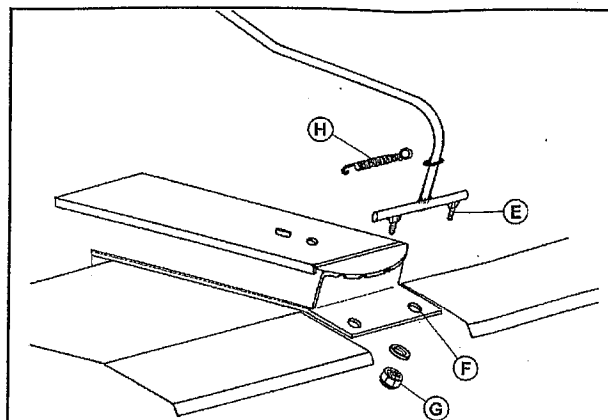

Fig. 2
FIG.2 - Inserire le viti poste sulla leva d'inclinazione (E) nei fori sul telaio (F), dopodichè avvitare i dadi di bloccaggio (G) muniti di rondelle ed agganciare la molla (H) sul coperchio spazzola. Per regolare l'inclinazione della spazzola occorre alzare la suddetta leva fino ad estrarla dalla sede sul telaio, quindi ruotare di lato applicando contemporaneamente una leggera pressione sulla stegola della macchina. A questo punto è sufficiente rilasciare la leva nel vano prescelto.
FIG.2 - Insert the screws placed on the adjusting lever (E) in the holes on the frame (F), then screw down the lock nuts (G), with the washers and hook the spring (H) to the brush cover. To adjust the inclination of the brush, You have to lift the above mentioned lever and pull it out of the groove on the frame, then turn it on one side while pressing on the handle bar of the machine. Now, You can release the lever in the selected groove.
FIG.2 - Introduire les vis du levier d'inclinaison (E) dans les trous (F), placer les rondelles et fixer l'ensemble en montant et en serrant énergiquement les écrous (G). Accrocher le ressort (H) sur (E) et sur le carter du balai ramasseur. Pour régler l'inclinaison de la brosse, il faut: Soulever l'extrémité du levier (E) afin de dégager l'encoche de positionnement. Tourner latéralement en vous aidant d'une légère pression sur le guidon de la machine. Relâcher le levier (E) en face de l'encoche de positionnement choisie.
BILD 2 - Mitgelieferten Verstellhebel (E) in die Bohrungen (F) einführen und mit Scheiben und Sicherungsmuttern (G) montieren. Achtung: Die Sicherungsmuttern nur soweit anziehen, daß der Verstellhebel noch bewegt werden kann bzw. die Rastfunktion gewährleistet ist.